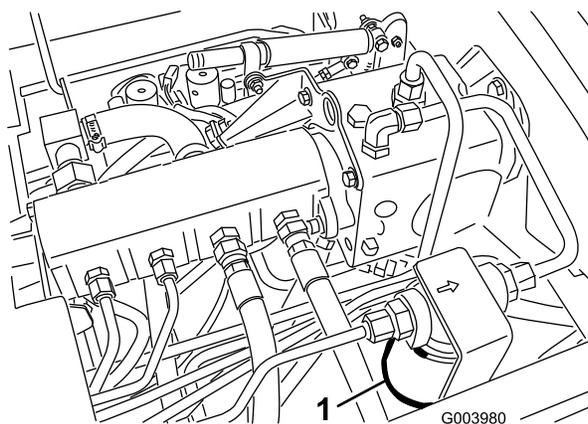
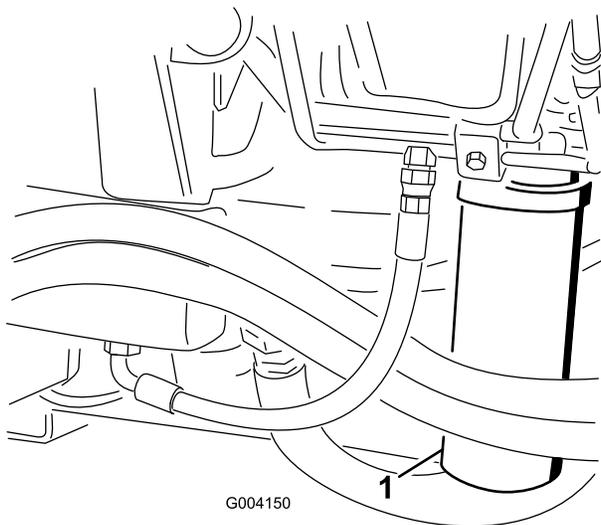

図 74
図 75
2. フィルタ取り付け部付近をきれいに拭き、下に容器を置く 図 74 と 図 75。